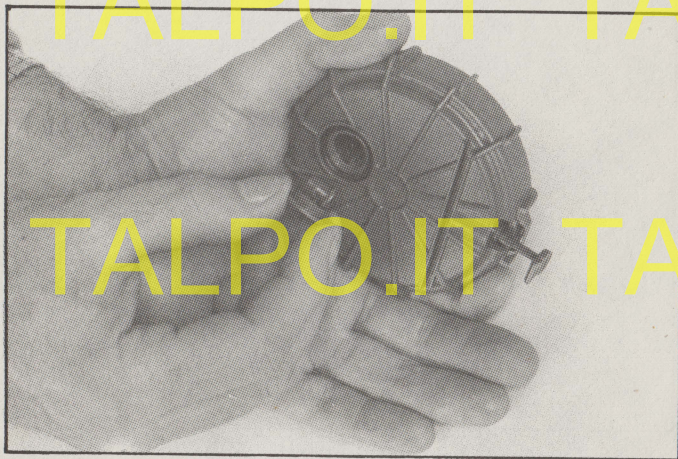

Figura 10
- avvitare il tappo portadetonatore sul fondo della mina assicurandosi del corretto serraggio (figura 10).